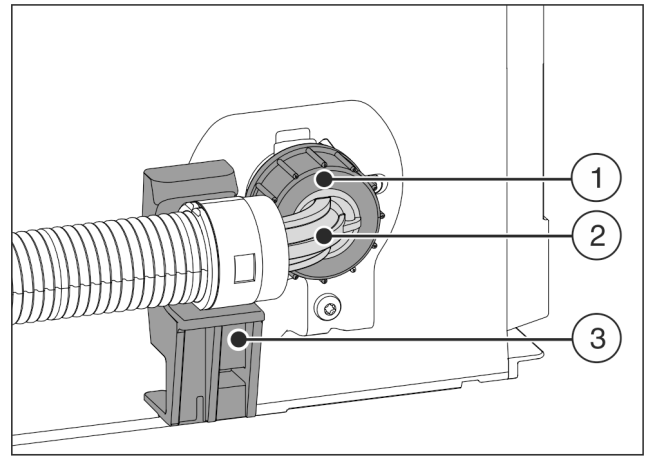

Fig. 23
- ▶ Positionner et maintenir l'extrémité de tuyau coudée Fig. 23 (2) horizontalement sur le support Fig. 23 (3).
- ▶ Visser l'écrou Fig. 23 (1) manuellement sur le filetage jusqu'à ce qu'il soit parfaitement stable.